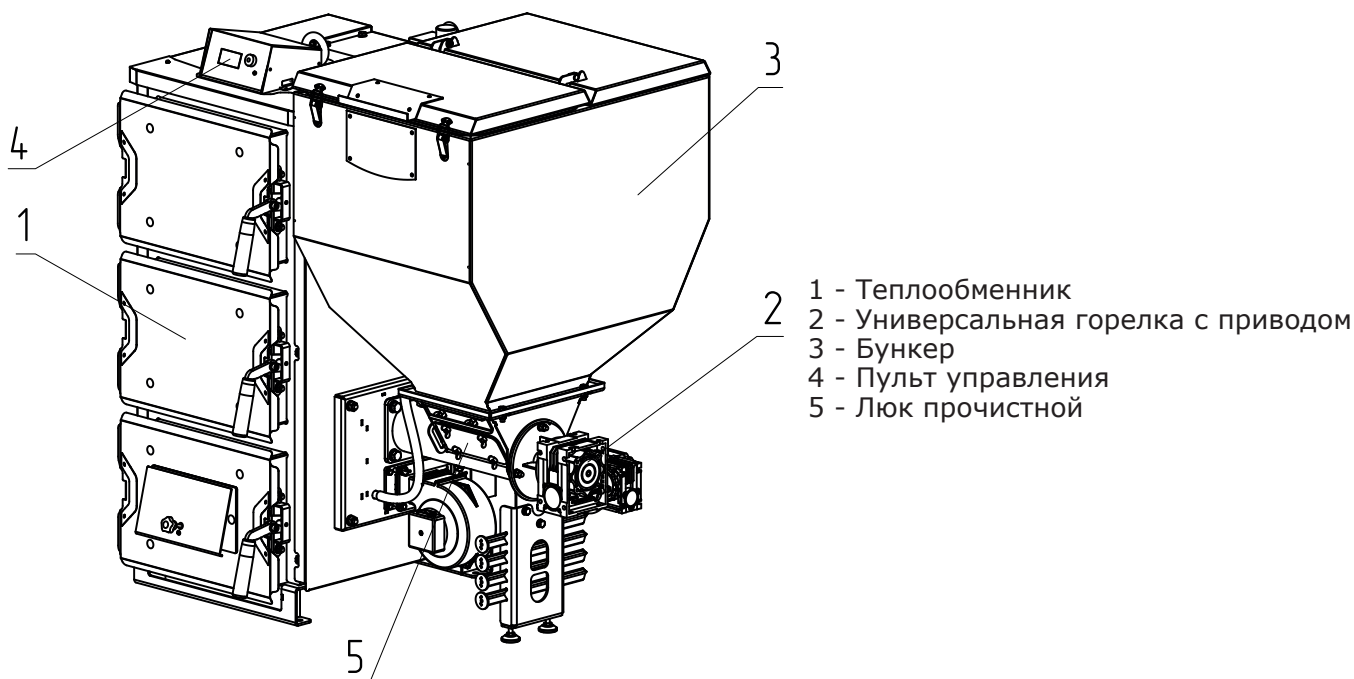

Рис.1 Котел ZOTA Forta DM
5.1. Котел с автоматической подачей топлива ZOTA Forta DM (Рис.1) состоит из теплообменника (Рис.1 поз.1), лотковой горелки с механизмом подачи топлива (Рис.1 поз.2), топливного бункера (Рис.1 поз.3) и пульта управления (Рис.1 поз.4). В нижней части бункера расположен прочистной люк (Рис.1 поз.5).